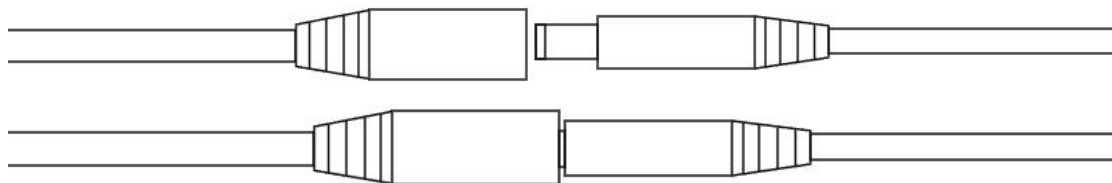

图 4-7 圆形插口连接示意图
- 2、将电源线和电源适配器连接至电源，将电源适配器尾端的圆形插口连接至 USB 线缆的圆形接口处，如图 4-7 所示。